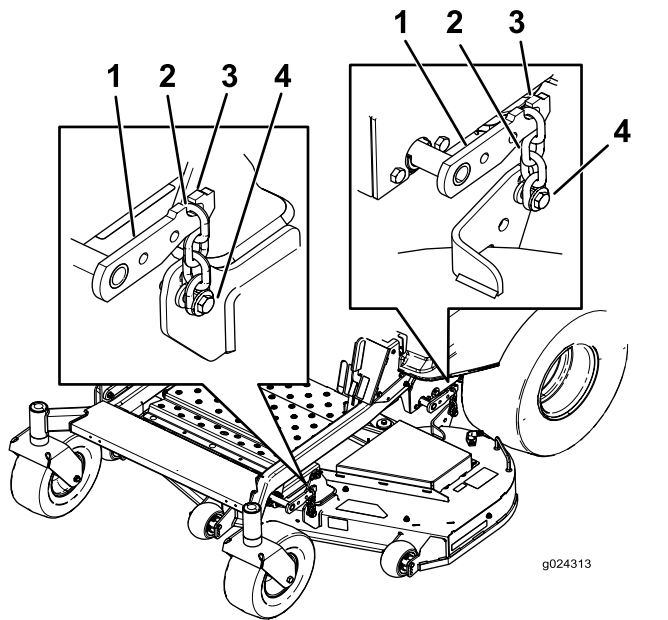

Figura 77
8. Rimuovete le catene dai ganci sui bracci di sollevamento del piatto (Figura 77).
6. Alzate la parte posteriore del piatto di taglio e attaccate le catene ai bracci di sollevamento posteriori (Figura 77).
7. Attaccate le catene anteriori ai bracci di sollevamento anteriori (Figura 77).